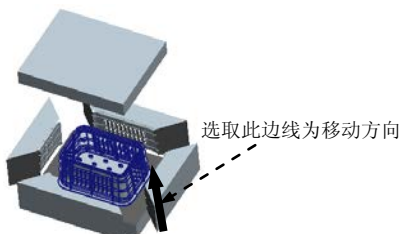

图 16.31 选取移动方向
Step5. 开模步骤 3：移动浇注件。选取图 16.31 所示的边线为移动方向，输入要移动的距离值 500，移出后的模型如图 16.32 所示。在“模具开模”菜单中单击 **Done/Return (完成/返回)** 按钮。